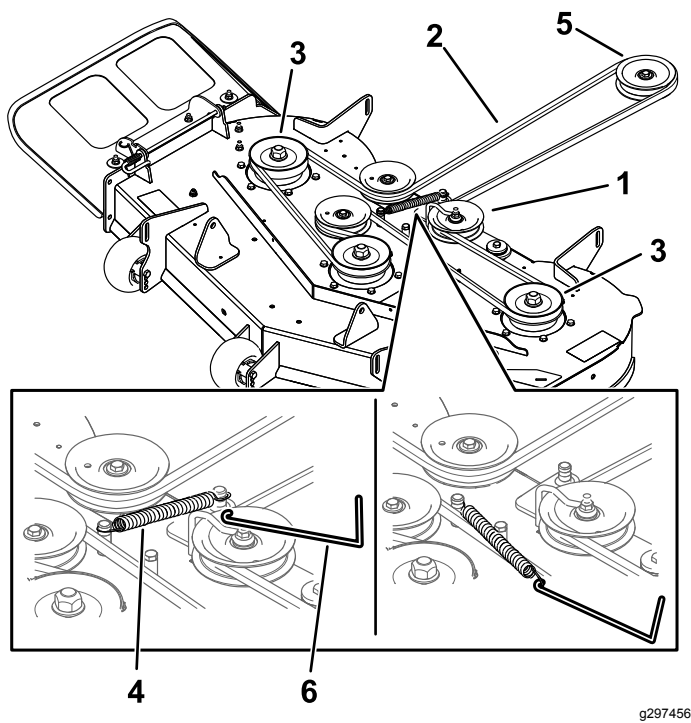

Figura 52
5. Usando una herramienta para la retirada de muelles (Pieza Toro N° 92-5771), retire el muelle tensor del gancho de la carcasa para eliminar la tensión de la polea tensora, y retire la correa de las poleas (Figura 52).
6. Pase la correa nueva alrededor de las poleas del motor y del cortacésped (Figura 52).
7. Usando una herramienta para la retirada de muelles (Pieza Toro N° 92-5771), instale el muelle tensor sobre el gancho de la carcasa y tense la polea tensora y la correa (Figura 52).